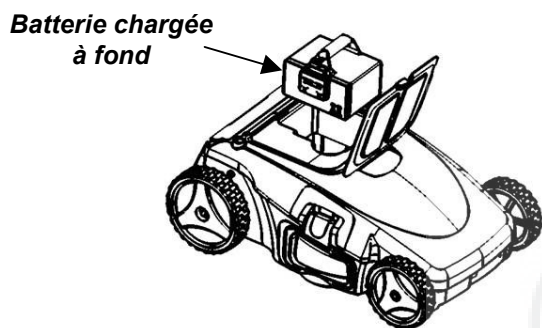

Figure 9
1. Lorsque la charge initiale est terminée, insérez la batterie dans la tondeuse. Orientez la batterie comme illustré à la *Figure 9*.